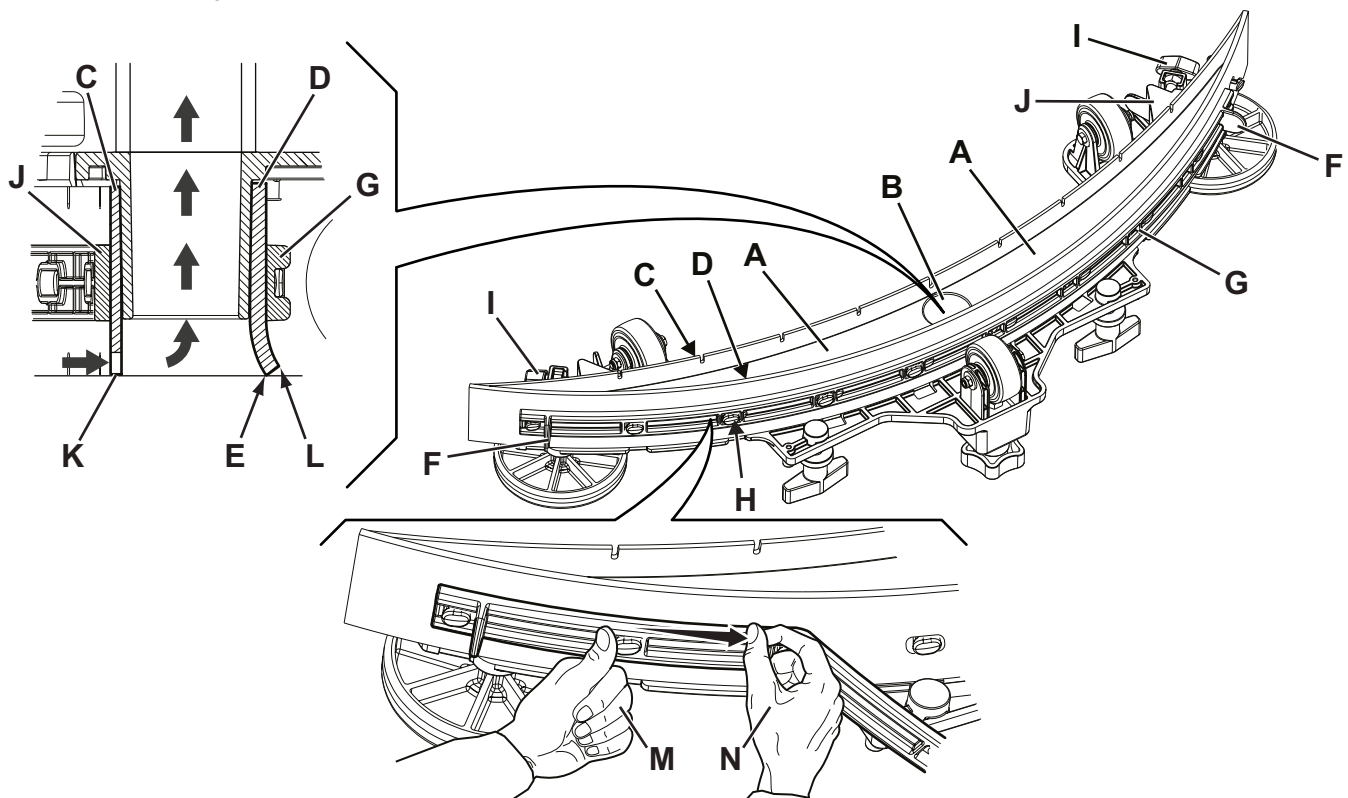

Abbildung 11
2. Sicherstellen, dass das Gerät ausgeschaltet und der Bedienschlüssel (52) herausgezogen wurde.
3. Sterngriffe (32) lösen und Sauglippe (13) abnehmen.
4. Sauglippe abspülen und reinigen. Besonders den Schmutz und Abfälle von den Räumen (A, Abb. 11) und der Öffnung (B) beseitigen. Überprüfen, ob der vordere (C) und der hintere Gummi (D) unversehrt sind und keine Schnitten oder Risse aufweisen, gegebenenfalls wie im folgenden Abschnitt beschrieben austauschen.
2. Überprüfen, ob der vordere (C, Abb. 11) und der hintere Gummi (D) unversehrt sind und keine Schnitten oder Risse aufweisen, gegebenenfalls wie folgt austauschen. Überprüfen, ob die Vorderkante (E) des hinteren Gummis verschlissen ist. Gegebenenfalls Gummi umdrehen und eine der drei unversehrten Kanten als Vorderkante verwenden. Wenn auch die anderen drei Kanten abgenutzt sind, das Gummi wie folgt ersetzen:
- Mit der Lasche (F) das elastische Band (G) aus den Haltevorrichtungen (H) nehmen und entfernen, dann den hinteren Gummi (D) auswechseln/umdrehen.
- Das Gummi in der umgekehrten Reihenfolge des Ausbaus einbauen. Das elastische Band (G) an den Haltevorrichtungen (H) ausgehend von einer Seite fixieren. Jeweils an die Haltevorrichtungen binden, indem das Band vor dem Halten mit einer Hand (M) blockiert wird und es mit der anderen Hand (N) gezogen wird, um das Fixieren zu erleichtern.
- Sterngriffe (I) aufdrehen, Band (J) abnehmen und vorderen Gummi (C) austauschen/umdrehen.
3. Sauglippe (13) montieren und Sterngriffe (32) festdrehen.
- Überprüfen, ob das Ende (K) des vorderen Gummis (C) und das Ende (L) des hinteren Gummis (D) wie in der Abbildung gezeigt aufliegen.
- Zur Einstellung den Knopf (33) verwenden.